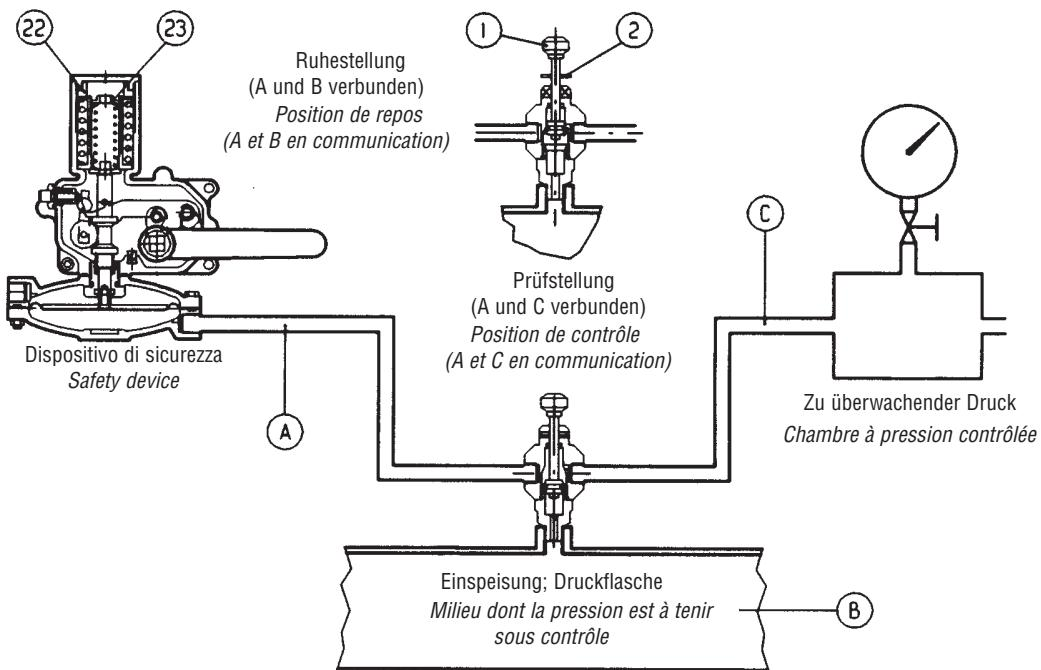

Fig. 20
- A) Bei Sicherheitsabsperrventilen, die durch das 3-Wege-Ventil "Push" 11 mit der Ausgangsdruckleitung verbunden sind, ist folgendermaßen vorzugehen (Abb. 20):
- A) Pour les dispositifs de sécurité reliés au tuyau en aval par la vanne déviatrice à trois voies "push" 11, procéder de la façon suivante (Fig. 20):